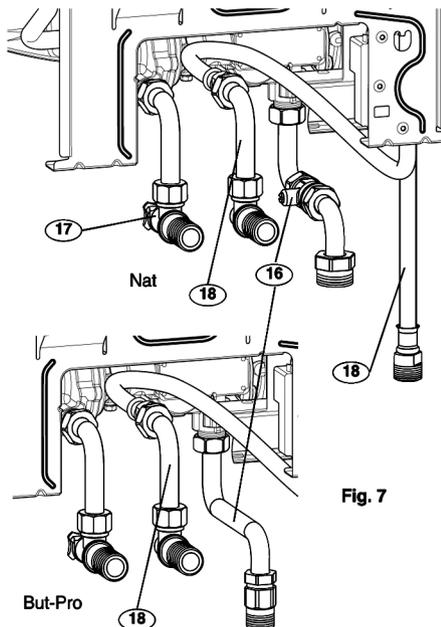

Fig. 7
Raccordi gas metano (fig. 7) :
Raccordi gas butano – propano (fig. 7) :
Raccordi acqua fredda (fig. 7) :
- un rubinetto (17) Ø 1/2" M/M
Raccordo acqua calda tramite il tubo flessibile (18) (fig. 7) montato sull'apparecchio e una curva a avvitare Ø 14 x 0,75 con dado e guarnizione.